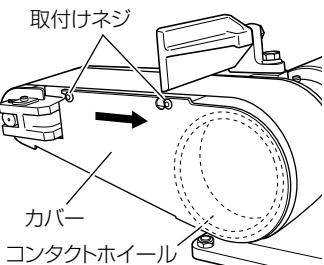

図18
- (1) 取付けネジを、付属の六角棒スパナ（3mm）でゆるめ、カバーを矢印の方向へ移動させて取りはずします。(図18)